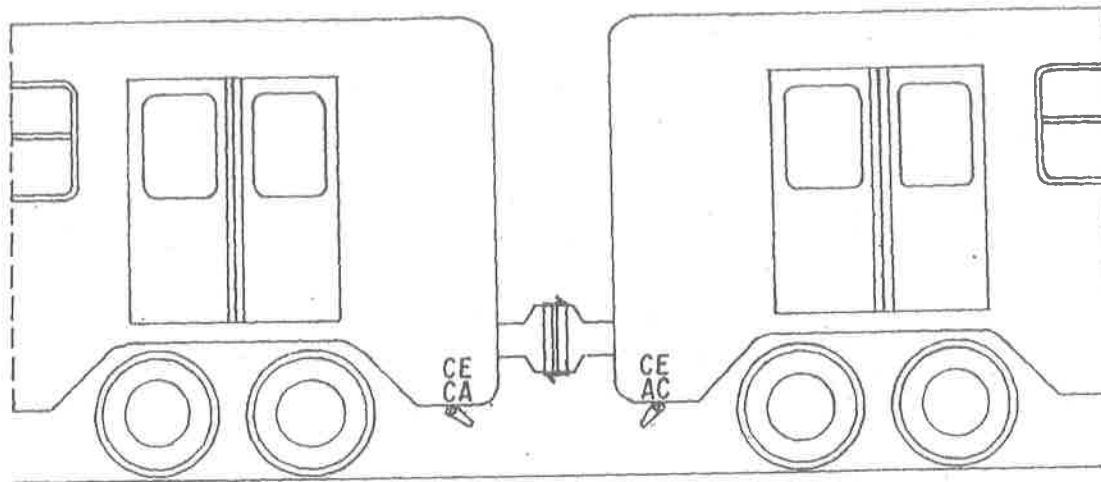

Figura 15
El aire al salir del tanque principal es conducido por el conducto de equilibrio (CE), el paso del aire a los carros adyacentes se realiza pasando por las válvulas de paso del conducto de equilibrio (XE), las cuales durante la operación normal deben estar en posición abierta (A); es posible accionar estas válvulas mediante su mando a distancia, basta para ello mover las manijas de color blanco que se localizan en los extremos de todos los carros en la parte baja de la carrocería, (ver figura 15) por ambos lados.